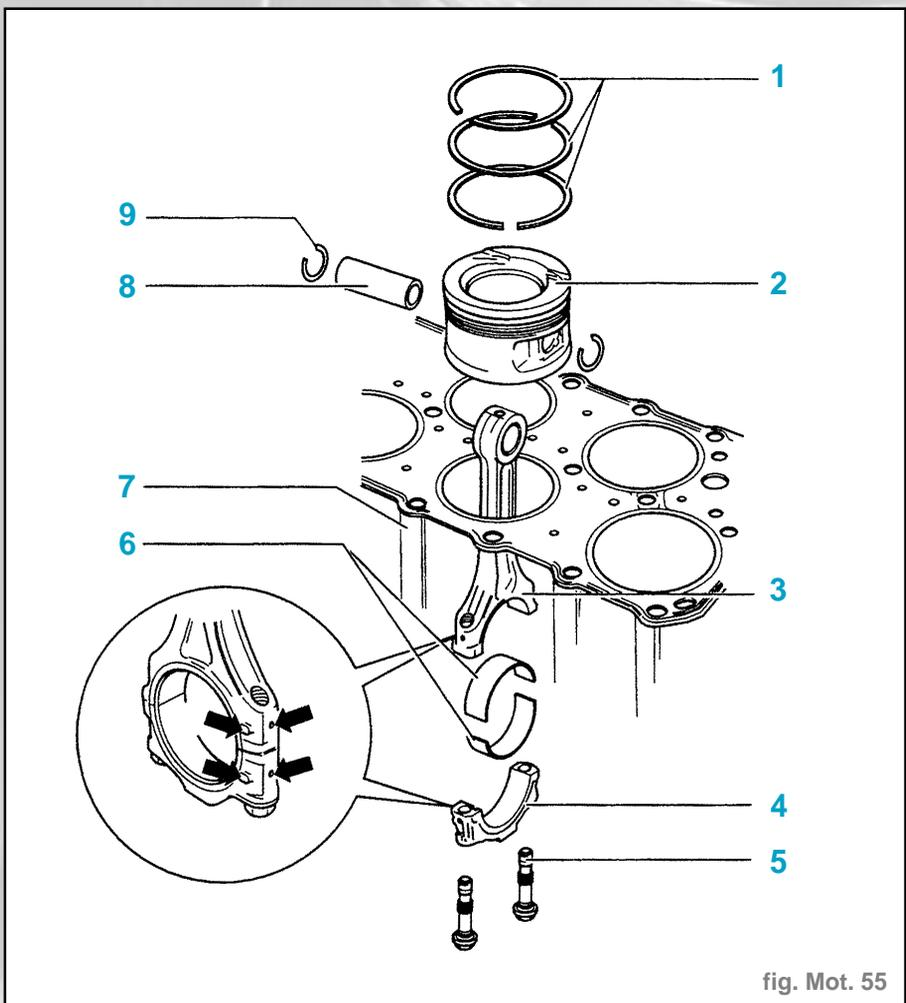

fig. Mot. 55
**DÉSASSEMBLAGE ET ASSEMBLAGE (fig. Mot. 55)**